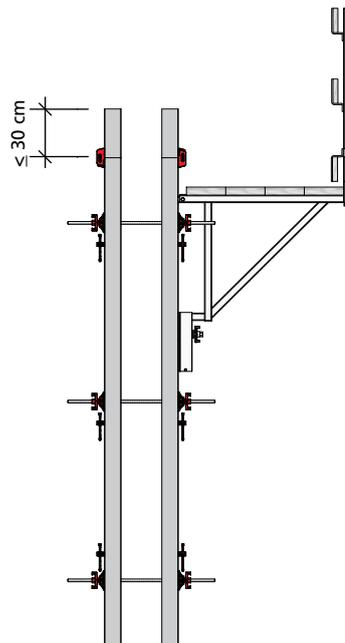
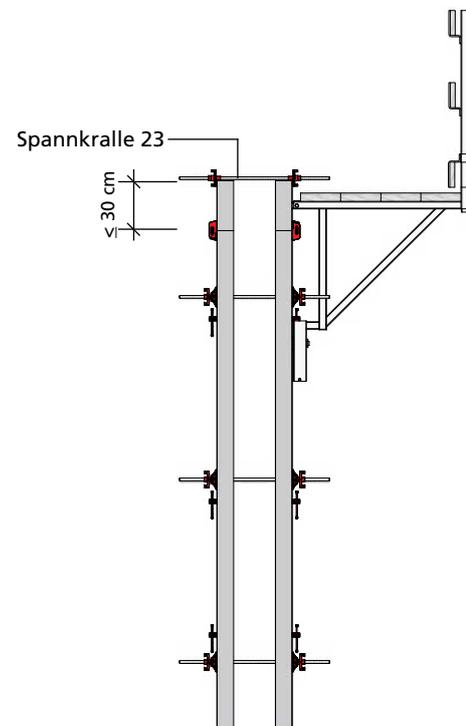

Abb. 37.3
Abb. 37.4
■ Bei Elementbreiten bis 30 cm müssen die oberen Ankerstellen nur dann ausgebildet werden, wenn die Laufkonsole 90 im Aufstockelement angebracht wird (Abb. 37.3 und 37.4). Es besteht auch die Möglichkeit, über dem Element mit der Spannkralle 23 und Flanschmutter 100 zu ankern (Abb. 37.4).